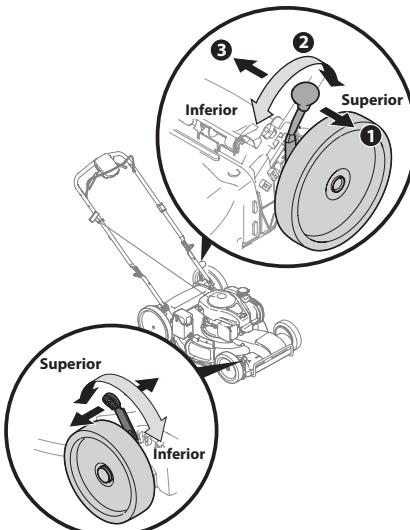

Figura 2-12
- Tire de la palanca de ajuste de altura hacia la rueda (la unidad tiende a caer cuando la palanca se mueve hacia afuera). Consulte la Figura 2-12.